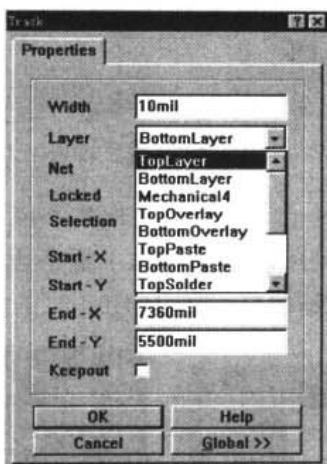

图 14-11 Track 属性设置对话框
- (1) 将光标移动到需要改变的导线上，双击左键，弹出图 14-11 所示的 Track 属性设置对话框；在对话框中，即可改变导线的宽度、导线所在的层、网络的属性等。